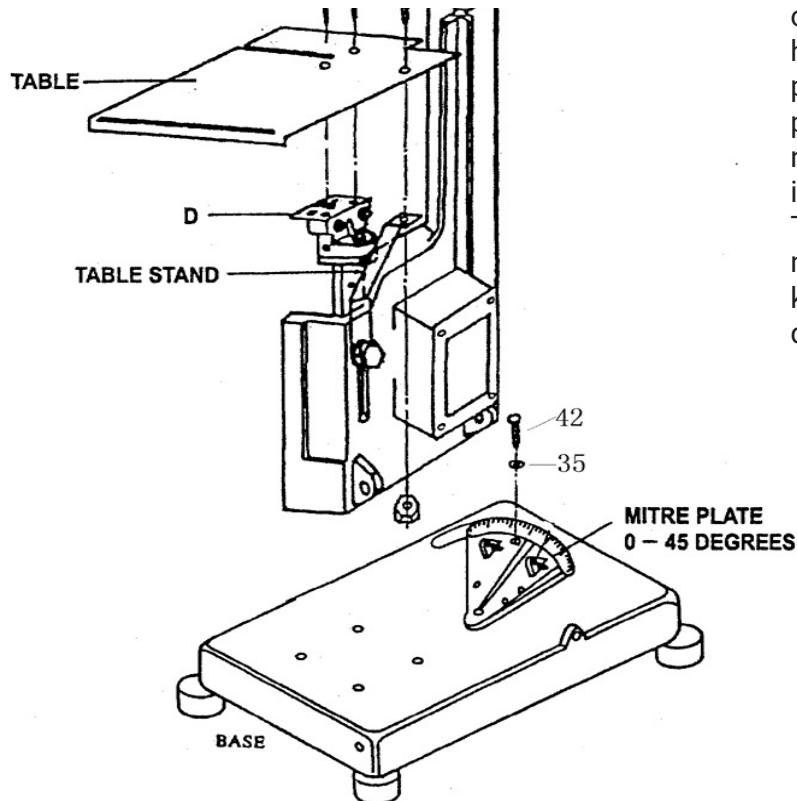

Fig. 6
5. Hvis du vil skære emnet i en vinkel mellem 0 grader og 45 grader, skal du løsne skruerne (billede 6, punkt 42), dreje savhovedet i henhold til vinklen målt på geringspladen (styklister, artikel W7), og spænde skruerne (fig. 6, punkt 42) ved den ønskede position; gentag derefter trin 1 til 4.
Samling af bordet (se fig. 6):
1. Løsn A- og B-skruerne fra klingestyret. Fjern derefter pladen D og monter bordstativet i henhold til ovenstående billede fig.6.